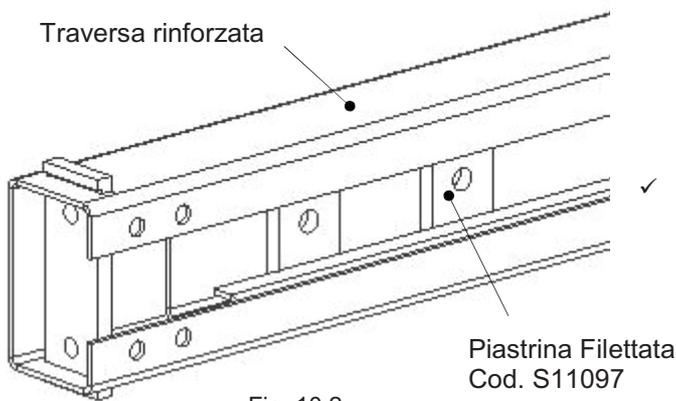

Fig. 10.2
- ✓ Procedere allo stesso modo all'inserimento delle piastre, anche nel caso di traverse rinforzate (Fig. 10.2).